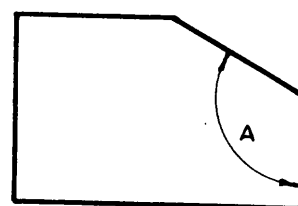

Fig. 8
- 4 Cuando el ángulo es obtuso y uno de sus lados estuviera perpendicular al plano horizontal (fig. 8), la inclinación es de $180^\circ - \bar{A}$.